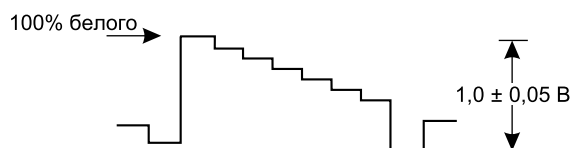

Рис. 3. Регулировка видеодетектора
3. Установите величину VID такой, чтобы амплитуда видеосигнала в контрольной точке ТРЕ 11 (выв. 38 IC601) составляла  $(1 \pm 0,05)$  В от уровня синхроимпульса до уровня белого, как показано на рис. 3.